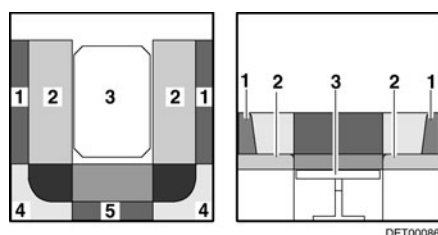

Fig. 79 Pendant la transformation
- Tirer les coussins d'assise (Fig. 79,2) vers le centre.
- Placer les coussins de dossier (Fig. 79,1) entre les coussins d'assise et la paroi extérieure.
- Retirer les coussins de dossier (Fig. 79,4 et 5) et les placer de côté.